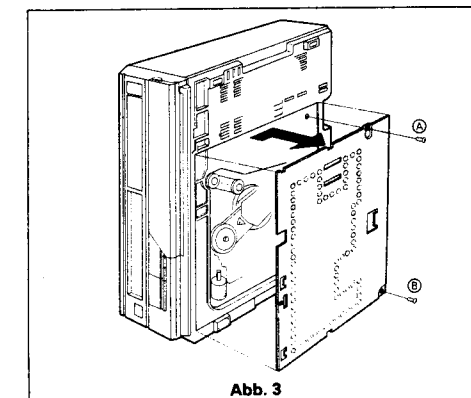

Abb. 3
1. Entfernen Sie die 2 Schrauben (A), (B), (C), (D) und (E) die die Bodenplatte befestigen, wie in Abb. 3.